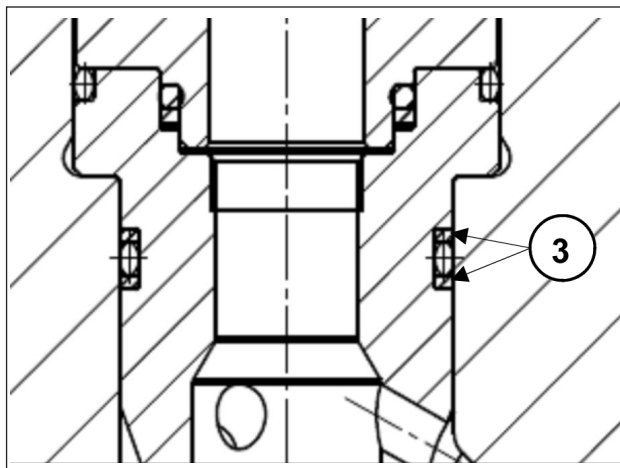

Рис. 35
- 2 **Вставьте клапанные узлы всасывания и нагнетания с соответствующими втулками, убедившись, что они вошли до упора в гнездо на торце. Особенно старайтесь не повредить кольца противовыдавливания втулок (Рис. 35, поз. ③); для правильного расположения и посадки колец в соответствующих гнездах выполните следующие действия:**